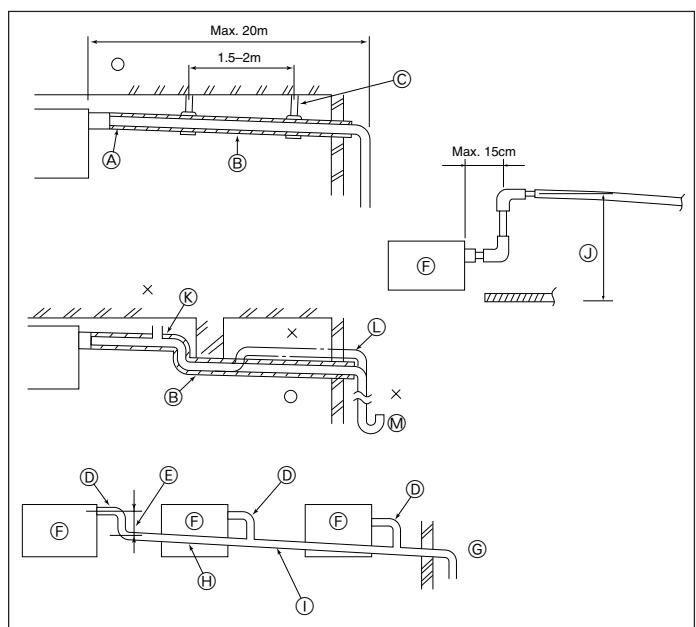

Fig. 3-4
- ① Enrouler le cache-tuyaux de grande dimension fourni autour du tuyau de gaz, en s'assurant que l'extrémité du cache-tuyaux touche le côté de l'appareil.
- ② Enrouler le cache-tuyaux de petite dimension fourni autour du tuyau de liquide, en s'assurant que l'extrémité du cache-tuyaux touche le côté de l'appareil.
- ③ Fixer les deux extrémités de chaque cache-tuyaux à l'aide des bandes fournies. (Attacher les bandes à 20 mm des extrémités des cache-tuyaux.)
3.4. Mise en place du tuyau d'écoulement (Fig. 3-4)